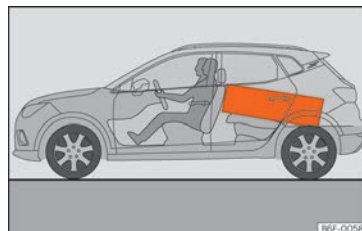

Abb. 161 Legen Sie schwere Gegenstände möglichst weit nach vorn.
- Verstauen Sie schwere Gepäckstücke so weit wie möglich vorne im Gepäckraum »» **Abb. 161**.